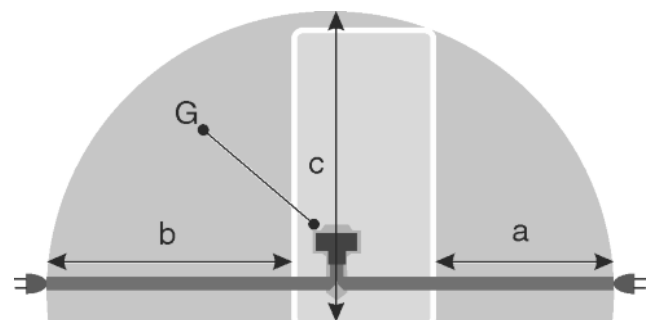

Fig. 20
- Розетка находится вне зоны задней стенки в данной зоне. Fig. 20 (a, b, c)
- ▶ Штекер устройства Fig. 20 (G) подсоединить с задней стороны устройства. Следить за правильной фиксацией.